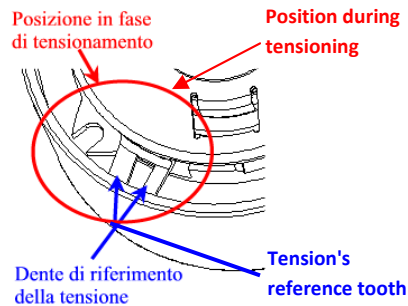

Fig.4
ATTENZIONE: per mettere in tensione il tenditore non agire ASSOLUTAMENTE sul dente di riferimento posto sulla staffa mobile. Questo dente serve solo da riferimento per la tensione (Fig.4).
- ruotare l'utensile speciale fino a che il dente, posto sulla staffa, superi la tacca di riferimento. Non fare toccare il dente della staffa con il suo fine corsa (Fig.4).
WARNING: to extend the tensioner NEVER act on the reference tothing on the mobile bracket. This type of tothing only serves as a reference for tension (Fig. 4).
- rotate the dedicated tool until the tothing, placed on the bracket, goes past the reference notch. Do not make the bracket tothing touch the end of stroke (Fig. 4).